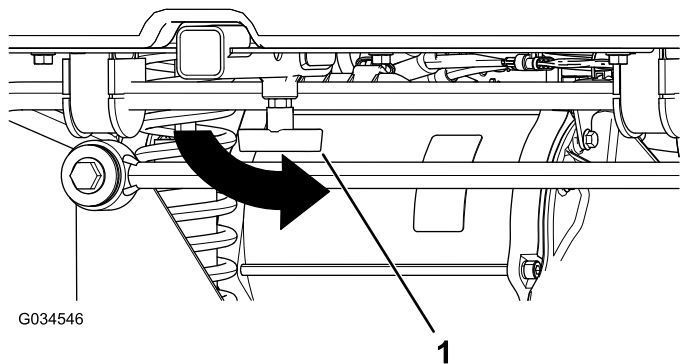

Рисунок 20
4. Затяните Т-образную рукоятку, повернув ее против часовой стрелки (Рисунок 20).